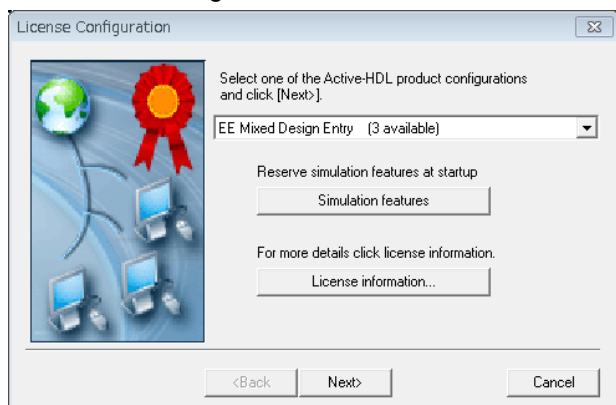

図 2-1
- License Configuration ウィンドウ(図 2-1)